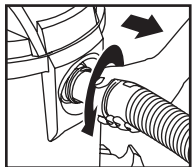

FIGURE 22
30. Dévissez l'écrou autobloquant du tuyau et retirez le tuyau de l'admission. **FIGURE 22.**